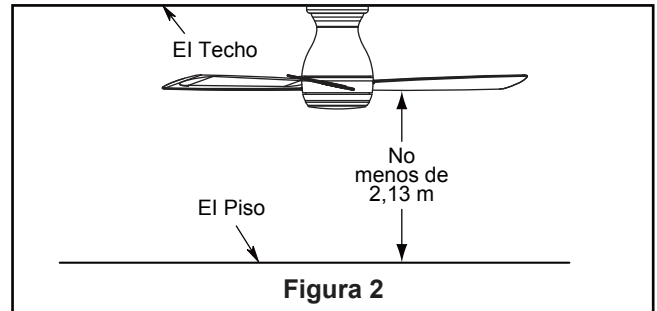

Figura 2
Uso de perfil profundo (Figura 2)
Debe colgar el ventilador a una distancia mínima de 2,13 m desde las aspas hasta el piso. (Figura 2)
- 2. Presione hacia arriba el anillo de la cubierta de tornillos para ocultar los tornillos. Así, las pestañas de montaje se coloquen en las ranuras con muescas ubicadas en la cubierta del techo entre los tornillos. (Figura 2)
2. Instale la ensamble de la placa de iluminación en el soporte utilizando las dos ranuras principales de conexión. Vuelva a colocar el tercer tornillo y asegure los tres tronillos. (Figura 2)
- 2.** Restaure la fuente de alimentación de la toma de corriente enciendiendo la electricidad del fusible principal. (Figura 2)